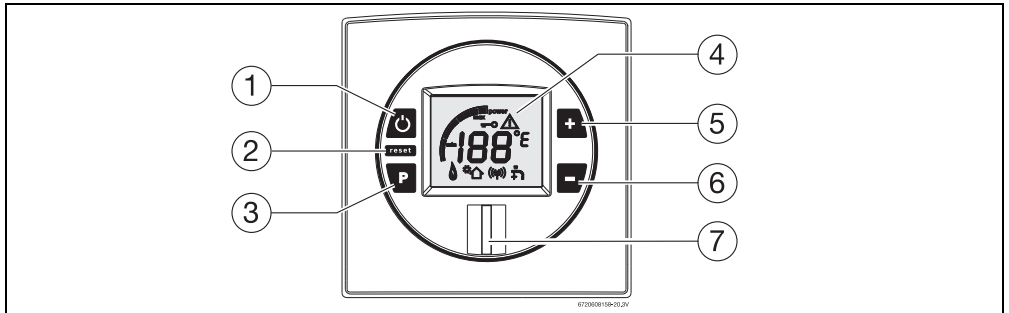

Fig. 5
Colocar el interruptor principal (Fig. 5 , pos. 1) en la posición de funcionamiento (capítulo 4.3), de este modo el aparato estará listo para ser colocado en marcha.
Este aparato dispone de un sistema de códigos de averías. Estos códigos de avería se observan a través de la pantalla del LCD (Fig.5, pos. 4).